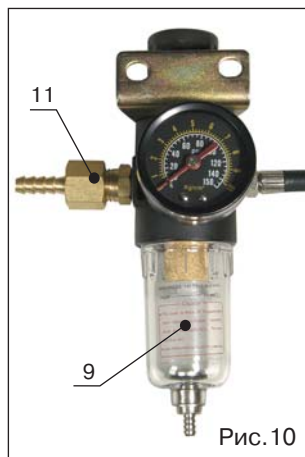

Рис.10
1. Закрепите (там, где вам удобно) при помощи двух винтов регулятор (поз.9, рис.10) давления.
3. Подсоедините воздушный компрессор к регулятору давления через переходник (поз.11, рис.10).